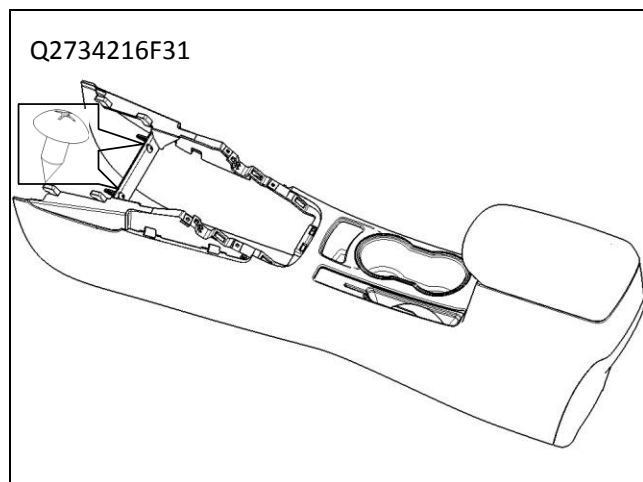

图 1.6.9 副仪表板固定螺钉的拆卸
- (2) 用十字螺丝刀将如下固定副仪表本体的两个螺钉(2个Q2734216F31十字槽大半圆头自攻螺钉)依次松开并取下螺钉。如图1.6.9所示；
- (3) 将换挡手柄拨至空挡位置，将手刹拉至上止点锁紧位置。